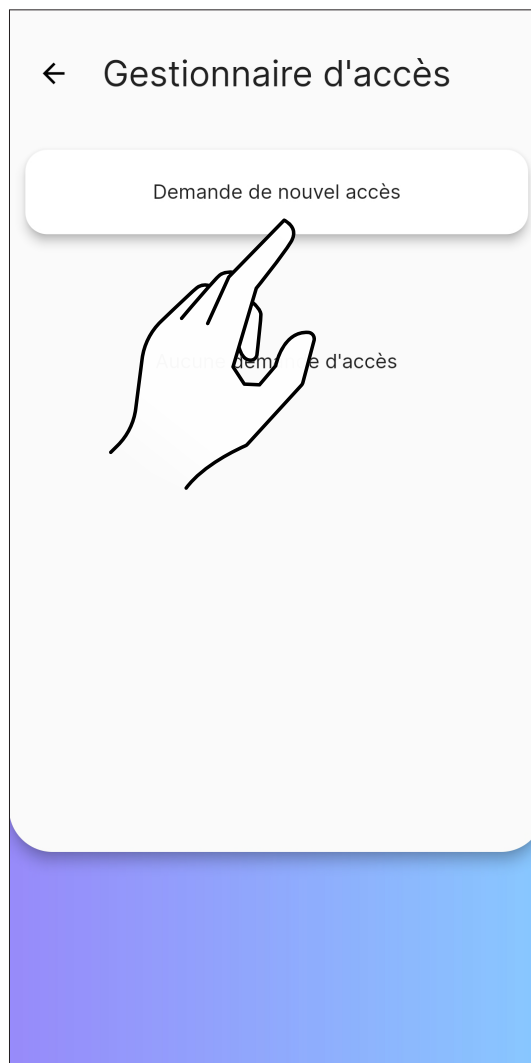

Fig. 28
- sur la page-écran « Gestion des accès » cliquer sur le bouton « Demande de nouvel accès » (Fig. 28)